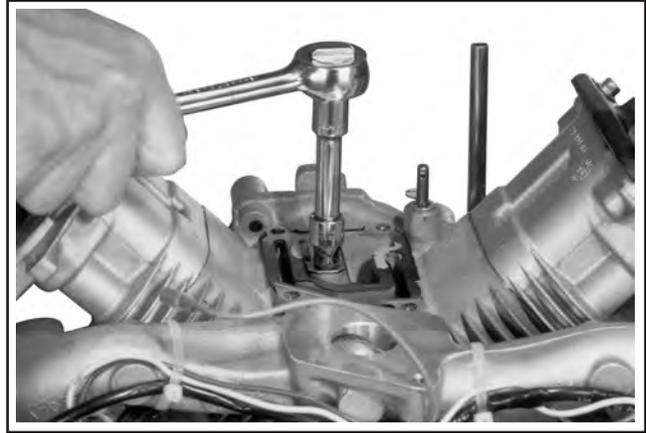

Abbildung 11-56. Montage der Entlüfterrohreinheit.
- Das Entlüfterrohr und die Haltevorrichtung des Entlüfterrohrs auf dem Kurbelgehäuse montieren und mit der geflanschten Sechskantschraube fixieren. Die Einheit während des Anzugs ausgerichtet halten. Anzug der Schraube auf **3,9 N·m (35 Zoll lb)**. Siehe Abbildung 11-56.